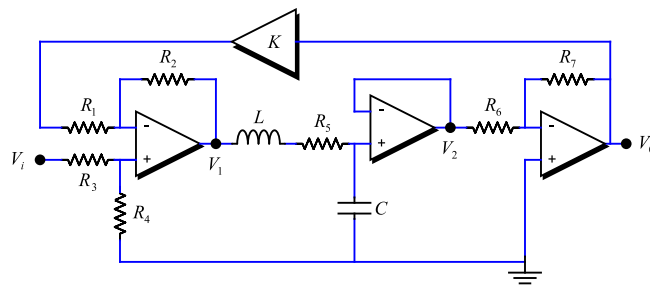

Figura 2-21
**Problema 32** Es disposa del circuit realimentat de la Figura 2-21.